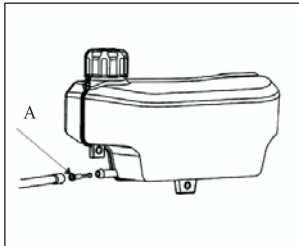

Fig. 14
3. Plaats het brandstoffilter (A) en de brandstofleiding terug. (Zie Fig. 14)